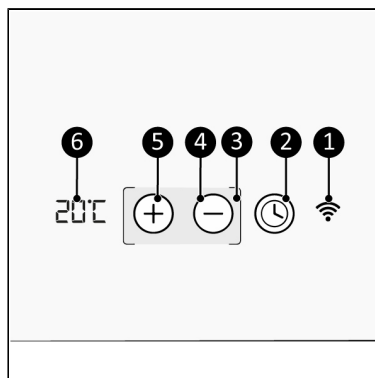

Figure 41.
L'écran LED s'éteint automatiquement après ± 15 secondes. Les crochets restent visibles. Touchez l'appareil entre les crochets (Figure 41, pos. 3) pour l'allumer à nouveau.